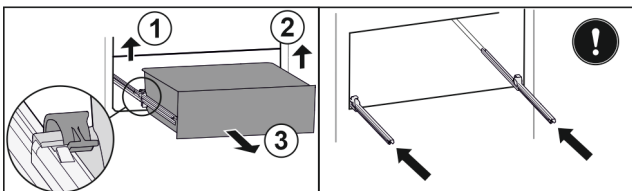

Fig. 183
- Підняти лівий затискач і одночасно висувний ящик ліворуч потягнути вперед. Fig. 183 (1)
- Підняти правий затискач і одночасно висувний ящик праворуч потягнути вперед. Fig. 183 (2)
- Вийняти висувний ящик рухом вперед. Fig. 183 (3)